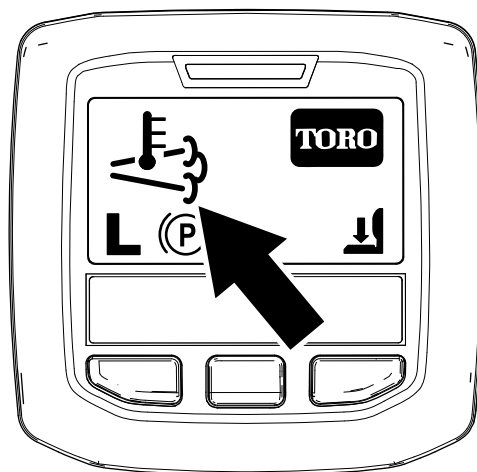

図 46
- インフォセンターには、排気高温アイコンが表示されます 図 46。